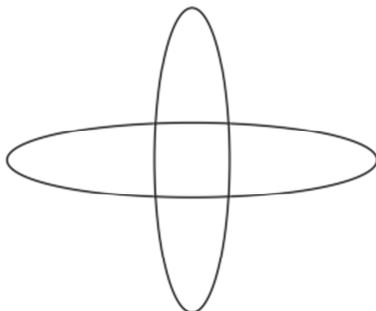

Рис. 3.7
7. Нарисовать картинку при помощи двух эллипсов (рис. 3.7).